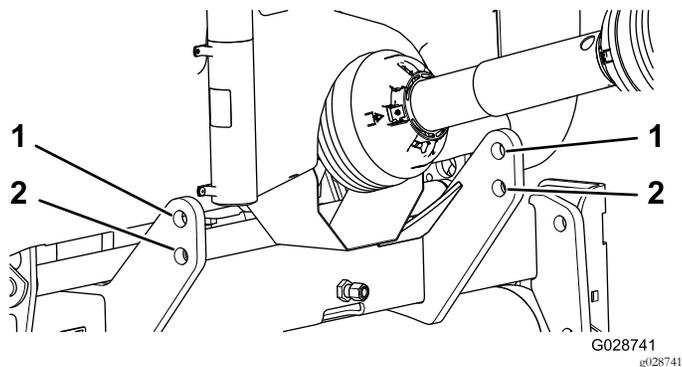

Figure 5
**Remarque:** Pour obtenir une garde au sol maximale, placez les goupilles d'attelage dans les trous de montage inférieurs (Figure 5). Pour déterminer quand utiliser les trous de montage supérieurs, reportez-vous à la rubrique Accouplement de l'arbre de PDF.